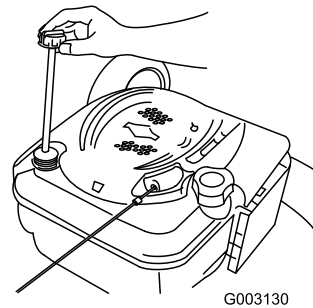

Figura 36
2. Retire la varilla (Figura 36).